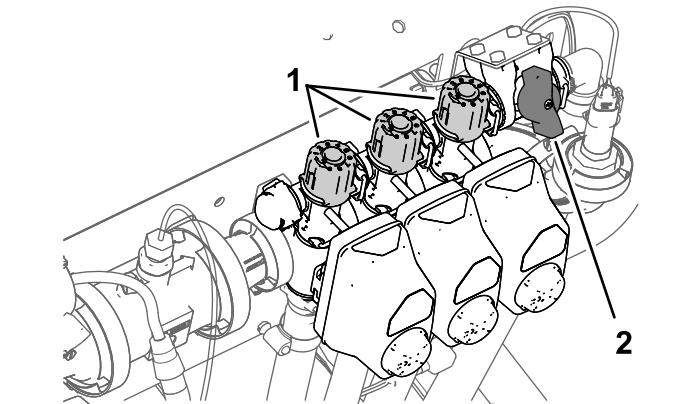

Figura 29
2. Desactive el interruptor de la sección izquierda y ajuste el mando de desvío de la sección (Figura 29) hasta que el caudal indicado coincida con el valor anterior, según la tabla.
4. Ajuste el mando de desvío de la sección derecha (Figura 29) hasta que el caudal indicado coincida con el valor anterior, según la tabla.
6. Ajuste el mando de desvío de la sección central (Figura 29) hasta que el caudal indicado coincida con el valor anterior, según la tabla.